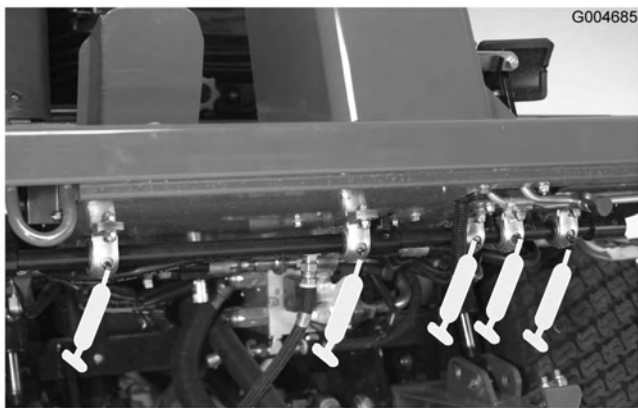

Figura 33
- Rolamentos articulados do eixo do travão (5) (Figura 33)